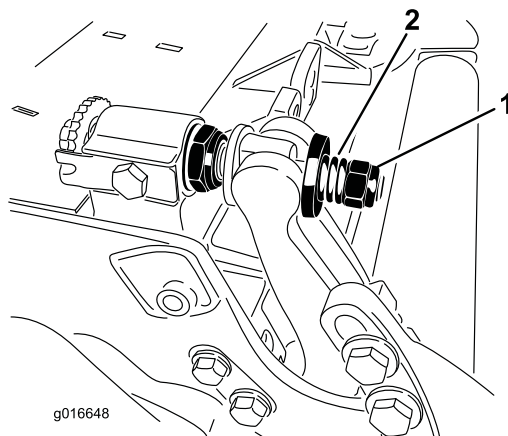

图33
- 旋紧弹簧加压螺母，直到弹簧完全压缩，然后往回松开 $1/2$ 圈（图33）。